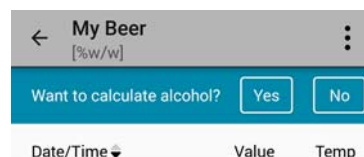

图 11-1: 开启酒精含量计算
1. 访问与样品 ID 相关的数据 (参见章节 10.3)。您会在测量结果列表的顶部看到“要计算酒精含量?”的问题 (参见图 11-1)。